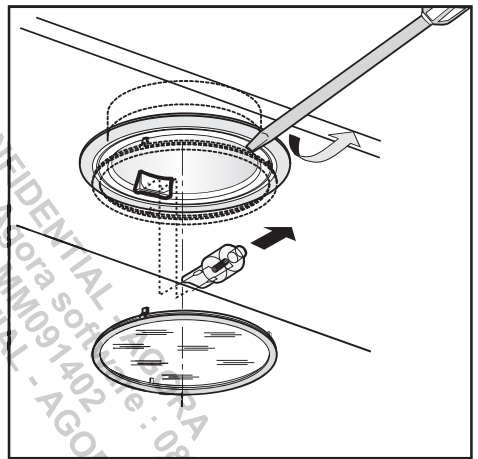

Fig.8
• Remplacement des lampes halogènes (Fig. 8).